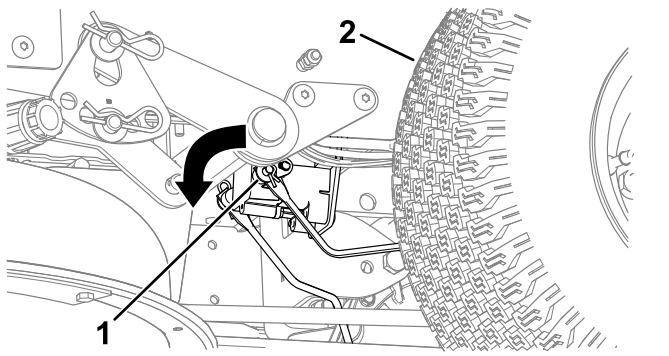

Figure 49
3. Localisez l'arbre sur le frein électrique au point de connexion des bras de liaison (Figure 49).